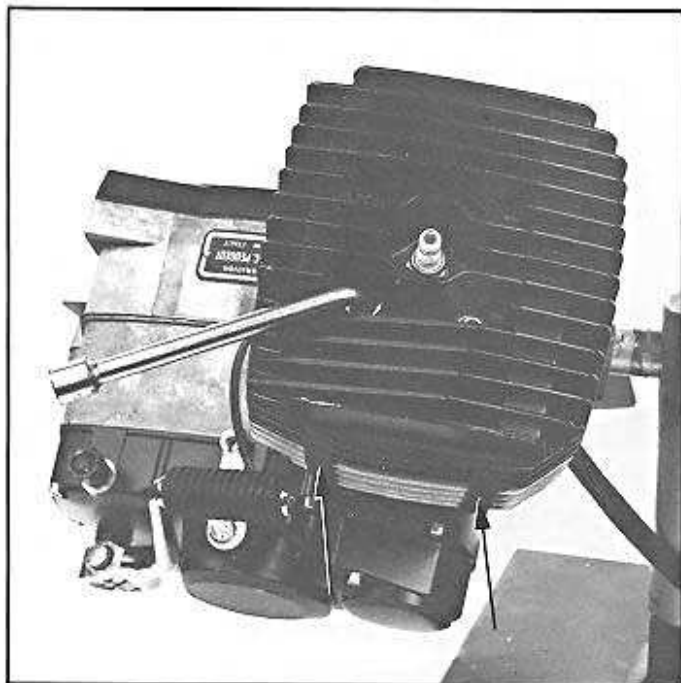

Fig. 12
- Dévisser les quatre écrous fixant la culasse en procédant en quinconce pour éviter toute déformation (fig. 12) (clé à pipe de 13). Dégager les 4 bandes caoutchouc latérales. Enlever la culasse.